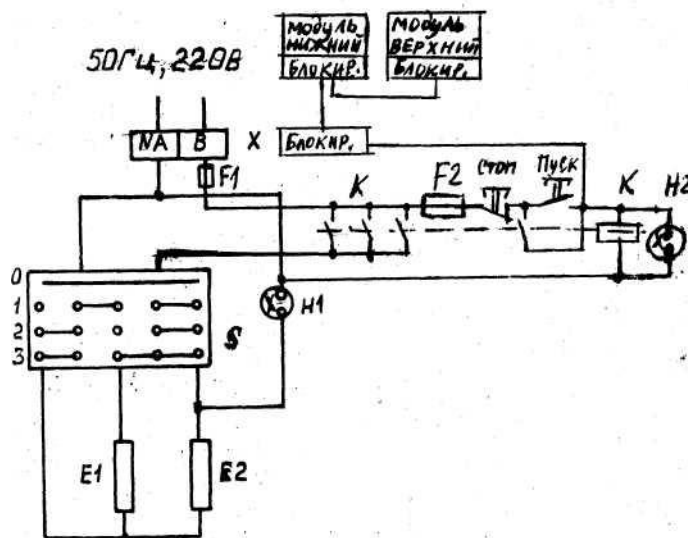

Рис.3
Принципиальная электрическая схема расстойного шкафа 1 приведена на рис. 3.
- протянуть провода питания сквозь пластмассовую втулку 41 и закрепить заземляющий провод на контакт 42, затем в каждом модуле провода питания (А, В, N) закрепить скобой через прокладку к уголку каркаса и к блоку зажимов. Подсоединить провода «Блокир.» (см. рис. 3 и 4).